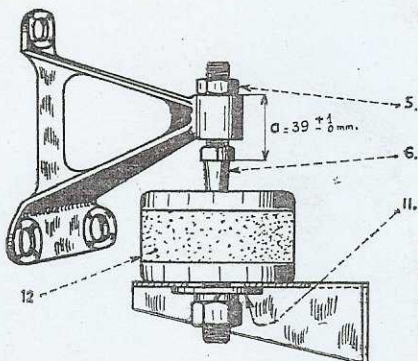

Fig. 2. — Suspension élastique latérale du moteur
- Desserrer l'écrou (5) (fig. 2) régler la longueur des vis de réglage (6) pour obtenir une cote « a » = 39 ± 1 mm.